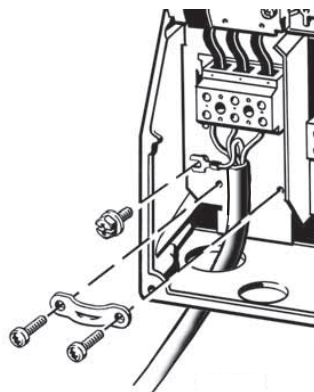

Рис. 13 Подключение питания, корпус В2
1. Подключите заземляющий провод к клемме 95 (PE). См. рис. 13.